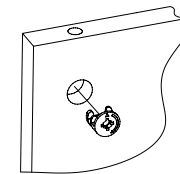

Рис.2
2. Вставить головки минификсов в соответствующие плоскостные отверстия планок 2, 3 (Рис.2).